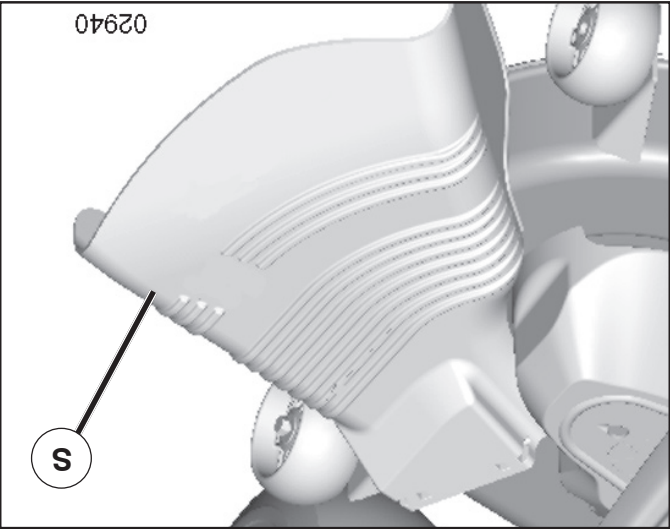

Fig. 11
ATTENTION: N'utilisez pas la tondeuse sans le déflecteur ou sans le ramasse-herbe (S) s'il y a lieu. (Voir La Fig. 11)